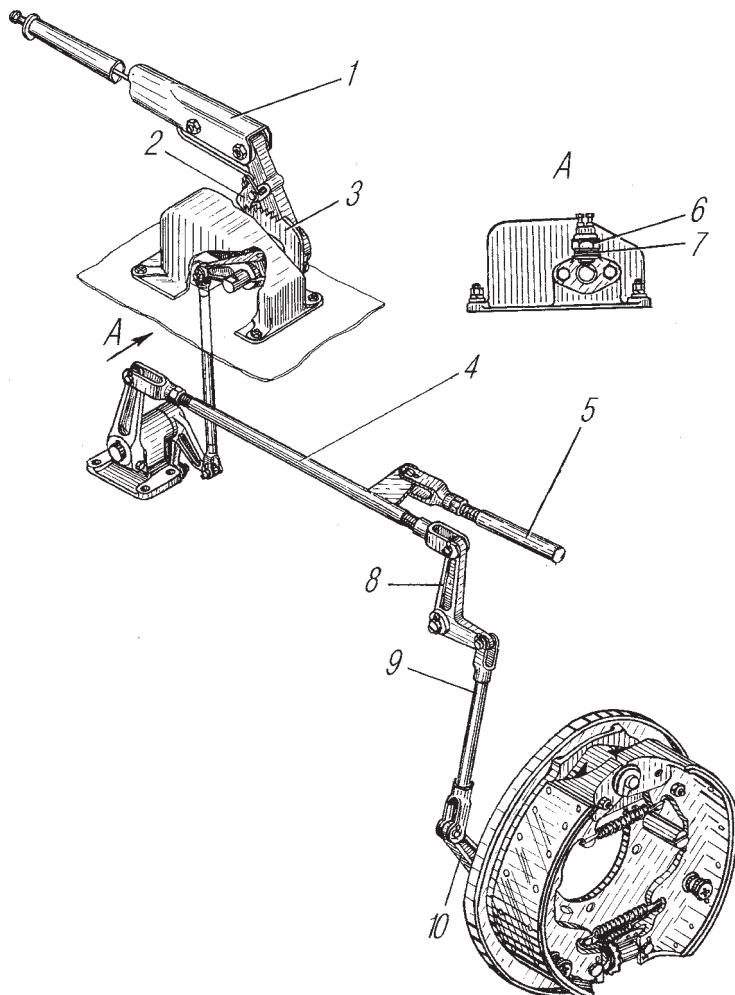

Рис. 84. Привод стояночного тормоза:
По мере износа накладок ход рычага 1 (рис. 84) увеличивается и эффективность тормоза может снизиться. Если рычаг 1 устанавливается на двенадцатом зубе сектора, необходимо отрегулировать зазоры между накладками и барабаном при помощи эксцентрика и звездочки. Для регулировки тормоза необходимо:
5. Выберите свободный ход рычага 8 (см.рис. 84) на раздаточной коробке, вращая против часовой стрелки до заметного увеличения усилия, и проверьте совпадение отверстия в вилке тяги 4 с отверстием в рычаге 8. При необходимости вращением вилки тяги 4 совместите отверстия. Установите палец и зашплинтуйте.